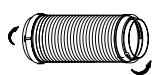
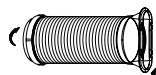

Fig.16
Fig.17
1. Installare l'adattatore B di scarico finestra al tubo di scarico come mostrato in Fig.16. o Fig.17. Fare riferimento alle pagine precedenti per l'installazione del kit finestra.